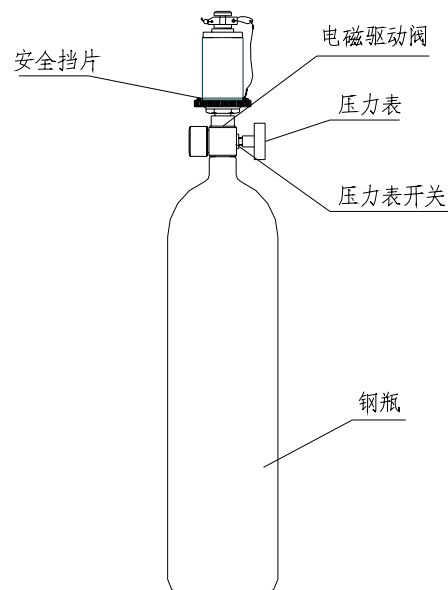

图 3
(1) 用途。用于储存启动气体（高压氮气），可电动或手动启动，释放启动气体打开选择阀和容器阀，具有封存、释放、充装、低压泄放、压力显示等功能。
(2) 结构。阀驱动装置和储存容器组成。阀驱动装置的材质为铜合金，刀片和膜片为不锈钢。储存容器是可重复充装的钢质无缝容器。该装置具有结构精巧、动作可靠、驱动电流小的特点，如图 3 所示。
(3) 主要技术参数。